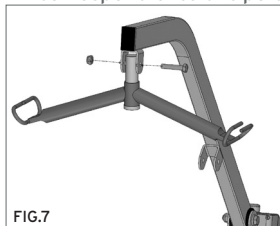

FIG.7
6. Poner el balancín en el gancho situado en el extremo del brazo de elevación. (Fig.7)